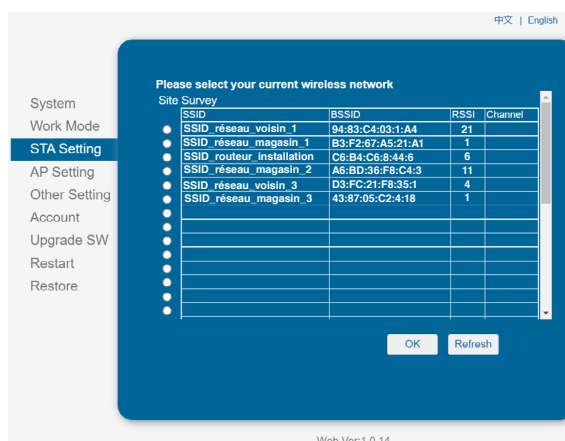

Fig. 46. Sélection du réseau Wi-Fi.
- Sélectionner le réseau Wi-Fi souhaité et cliquer ou appuyer sur « OK ». Seul routeur 2,412 GHz-2,484 GHz est pris en charge (cf. Fig. 46).